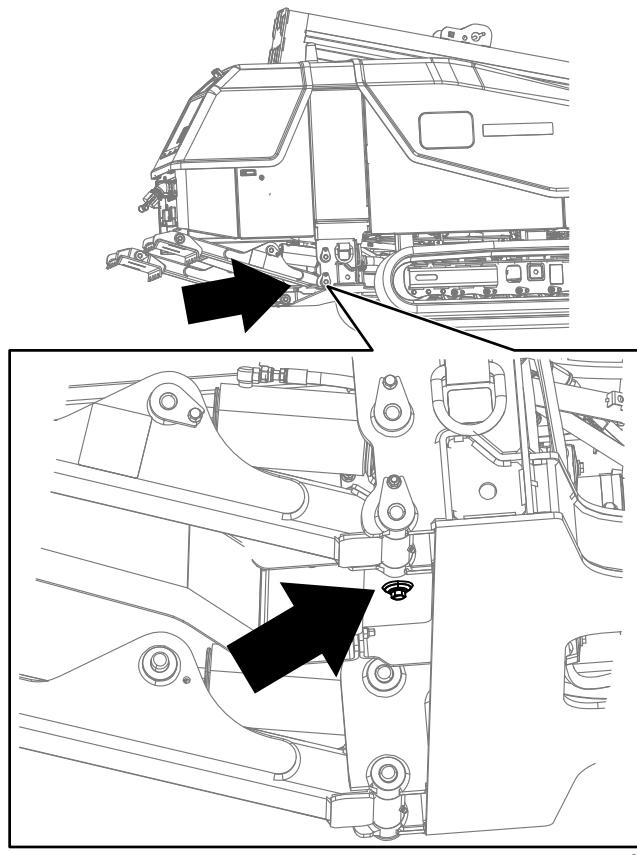

Figure 115
5. Enlevez le bouchon de vidange au bas du réservoir (Figure 115).